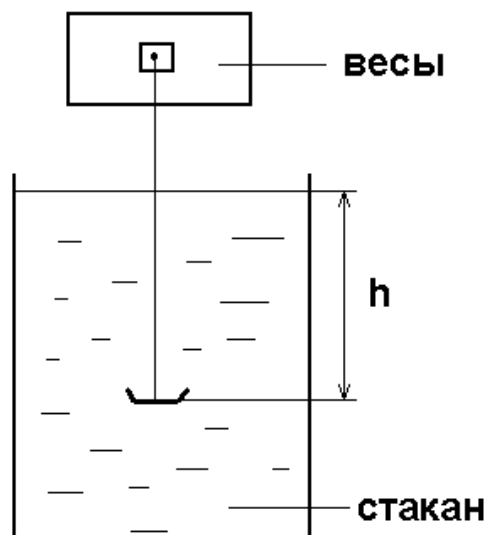

Рис. 3.2
1. В стакан для суспензии (рис. 3.2) (цилиндр объемом 1 л) налить водопроводной воды и погрузить в нее чашку. Измерить массу пустой чашки и глубину ее погружения (h) с точностью ± 1 мм. Термометром измерить температуру воды.